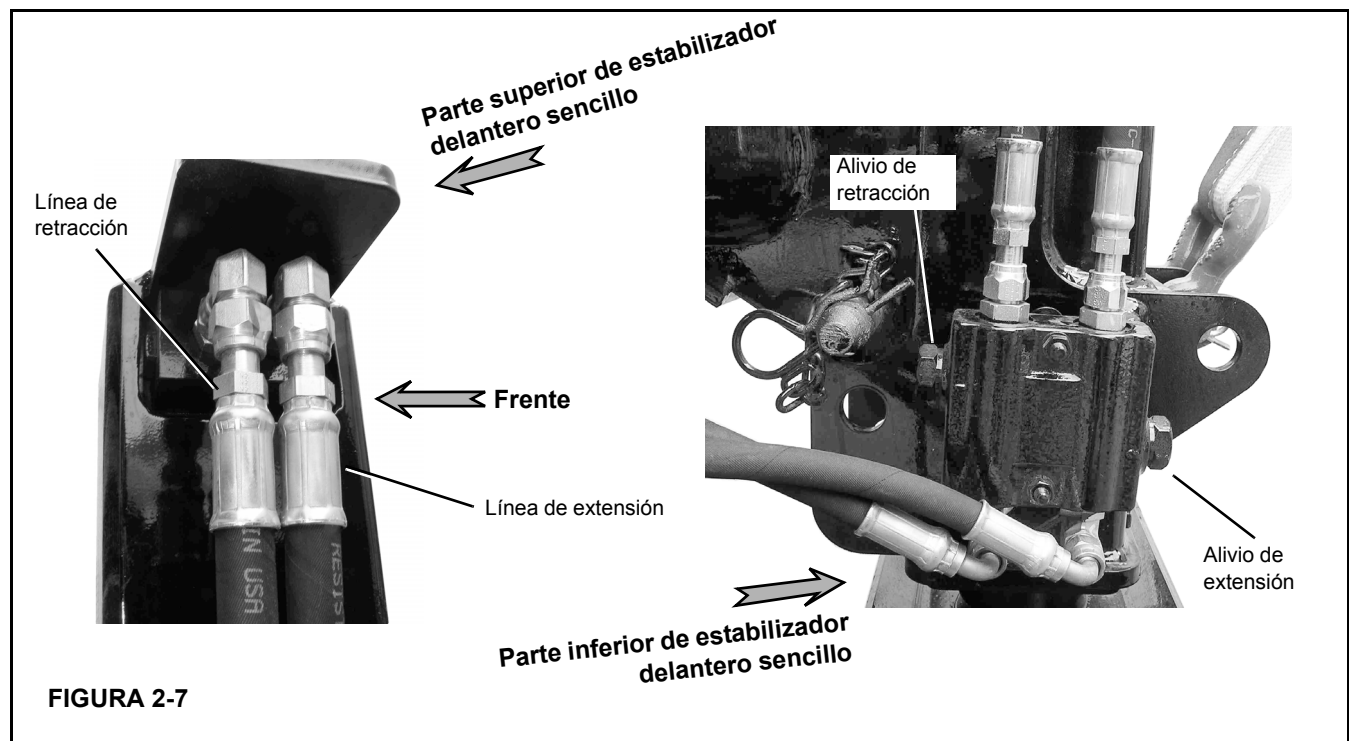

FIGURA 2-7
1. Desconecte las líneas de extensión y retracción del SFO (Figura 2-7). Tape la línea de retracción e instale un medidor en la línea de extensión.